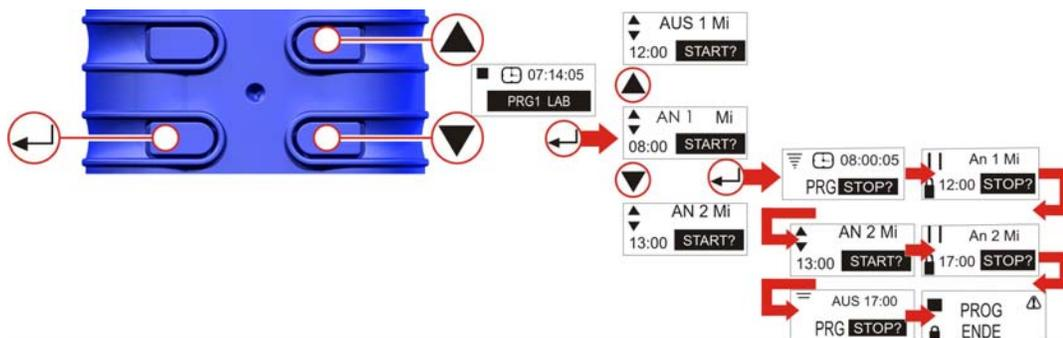

Abbildung 10 Programmmodus
G. PROGRAMMODUS (NUR FÜR PRO) (Abb. 10)